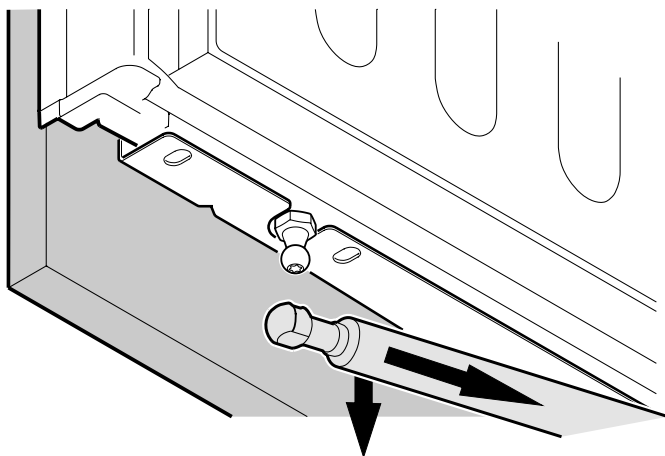

Figure 26
5. Saisir le cylindre amortisseur et le tirer vers le bas (Figure 26).